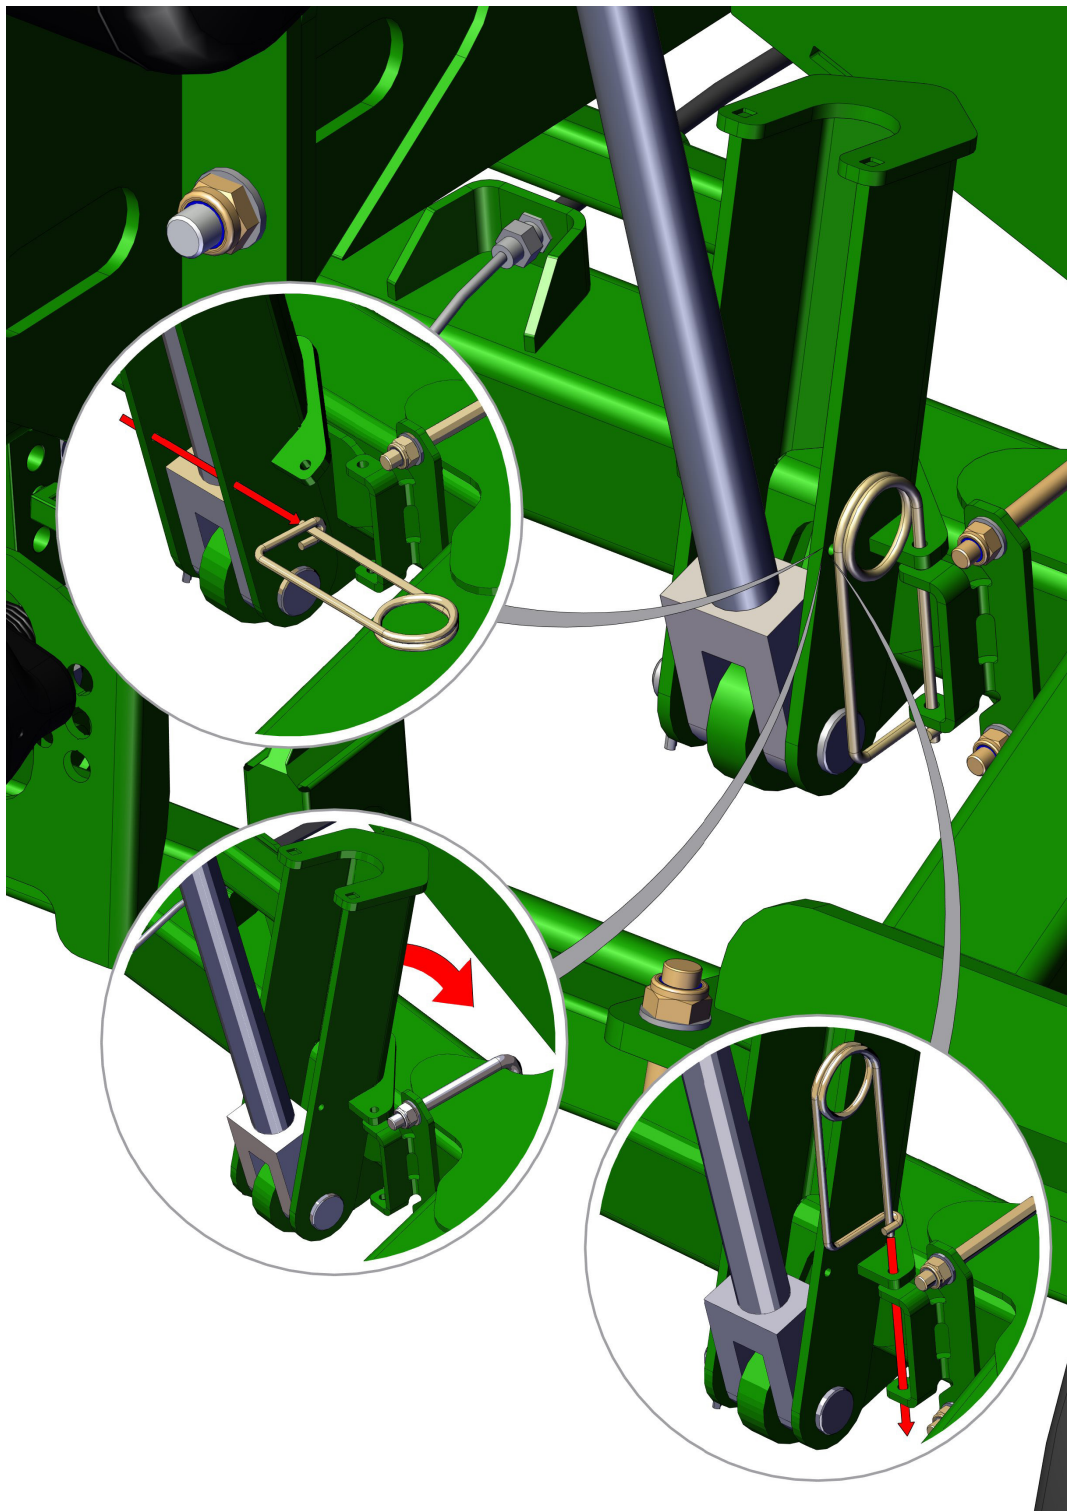

Fig 9.
4. Deblocați opritoarele de siguranță pentru transport de pe cilindri prin deblocarea ambelor știfturi. Apoi, pivotați opritoarele de siguranță la transport în față, în poziția de deblocare și fixați cu știfturile. (Fig. 9)